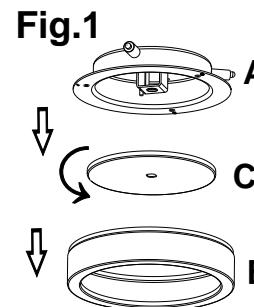

Fig.2
- .2. **Fig.2.** -Fissare il rosone "A" a soffitto utilizzando i fori indicati .
- .3. **Fig.2.** -Rivestire i cavi di rete con le guaine di protezione termica fornite in dotazione e fare i collegamenti alla morsettiera.
- .2. Die Deckenrosette "A" durch die auf Bild 2 gezeigten Löcher an die Decke fixieren.
2. Fig. 2 Fixer la rosace "A" au plafond en employant les trous indiqués dans la .
2. FIG. 2. Fijar el plafón "A" al techo utilizando los orificios indicados en la FIG. 2.